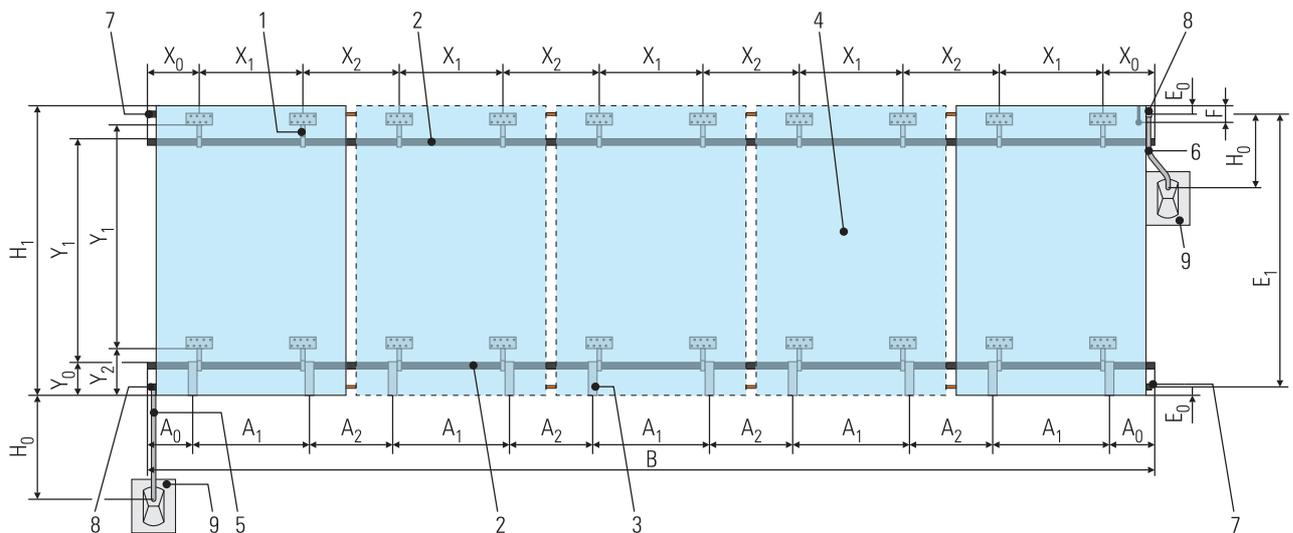
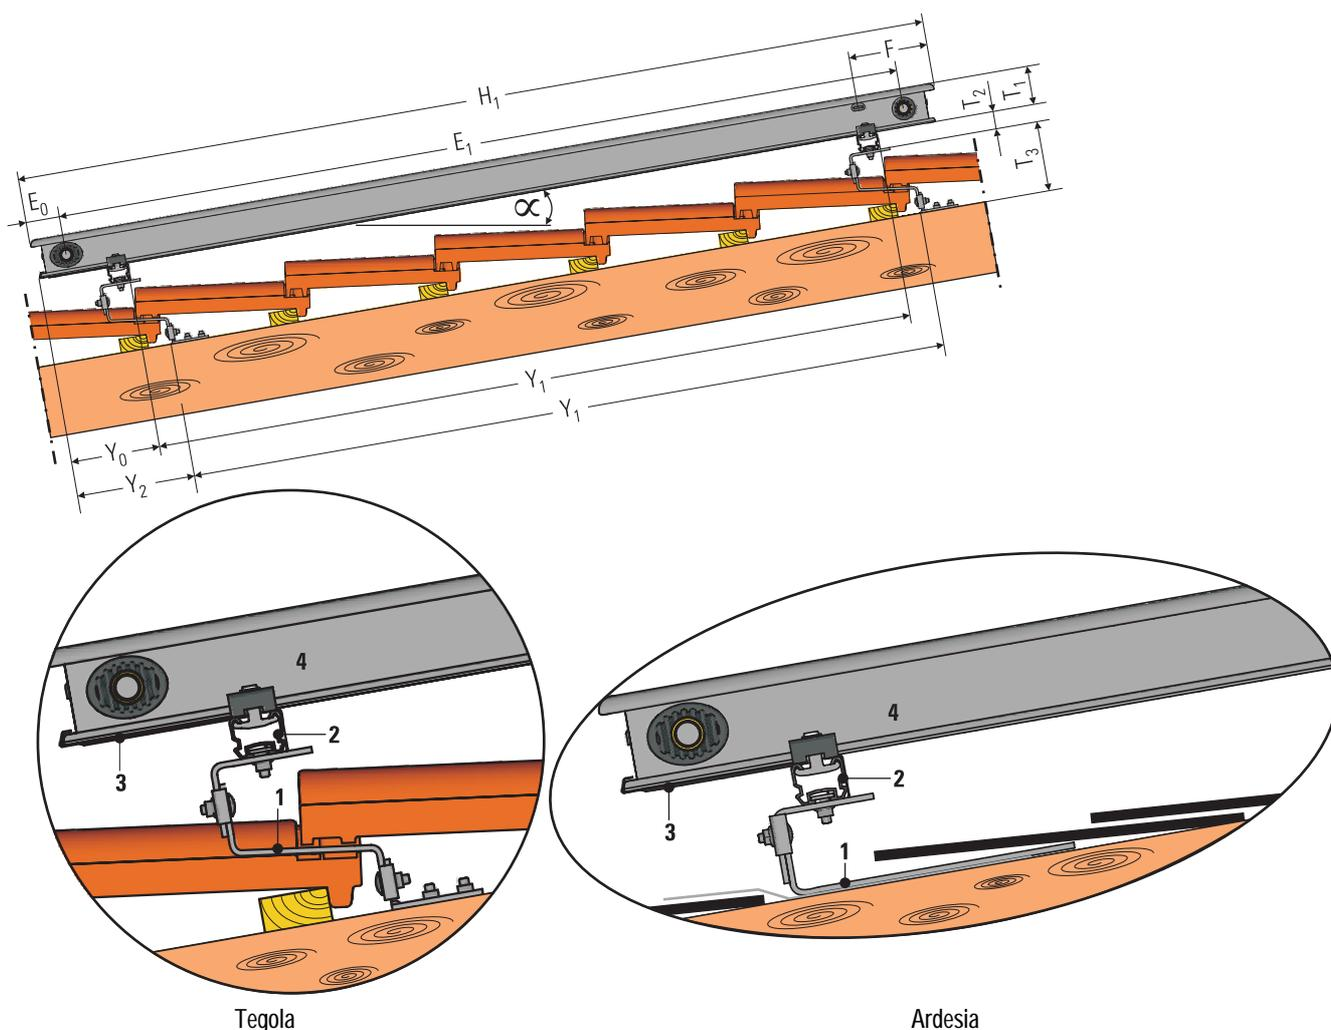

Figura 3-3 Dimensione principale di un campo solare dei collettori per il montaggio su tetto (in figura, collettore EKSV26P)
Figura 3-4 Veduta laterale di collettore solare montato su tetto
Le misure principali del campo solare dei collettori (come da Figura 3-3 e Figura 3-4) sono riassunte nella Tab. 3-3.
- Preparare la lamiera di copertura come da Figura 3-4 (verificare che le dimensioni siano sufficienti).